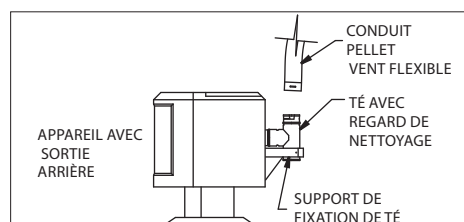

Figure 12
9. S'il est nécessaire d'installer un té pour faire le raccordement, comme illustré à la **Figure 12**, le té doit disposer d'un adaptateur avec regard de nettoyage amovible à sa base pour permettre le nettoyage. Un support de fixation de té pour soutenir le té à l'arrière de l'appareil est obligatoire. Si vous souhaitez fixer le support de té à l'arrière de l'appareil, il faut obtenir l'autorisation du fabricant avant de percer, de tarauder ou d'effectuer toute autre modification à l'appareil.